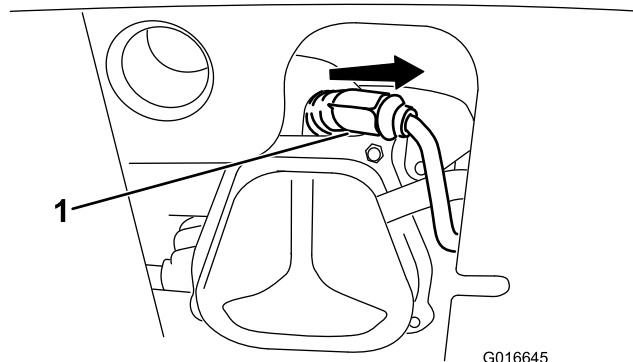

Figure 56
1. Enlevez le capuchon (Figure 56).